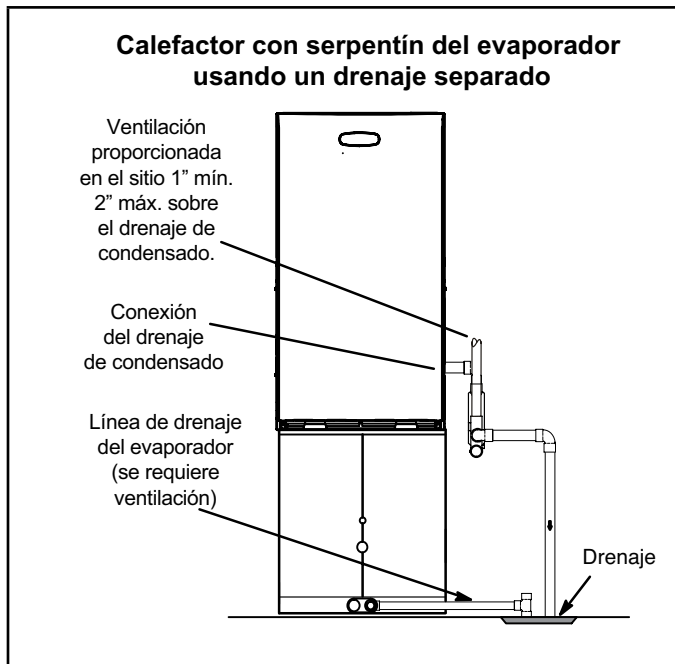
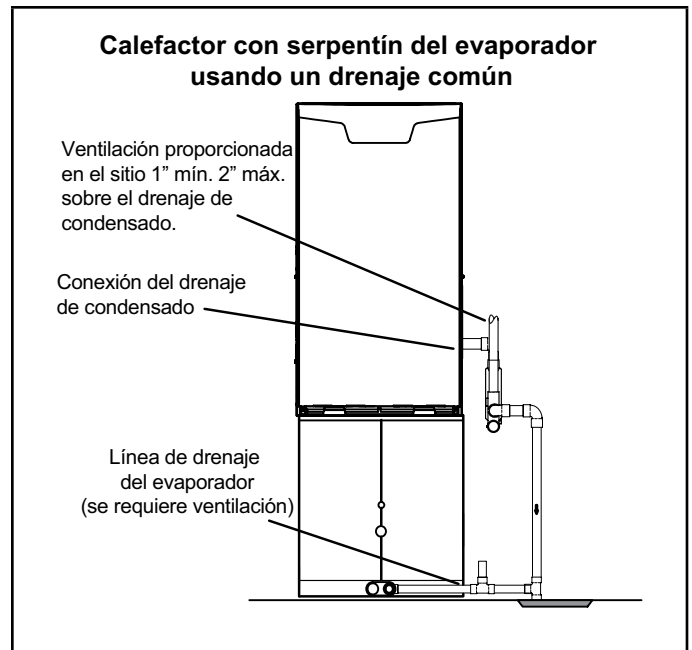

FIGURA 45
FIGURA 46
- 5 - La FIGURA 45 muestra el calefactor y el serpentín del evaporador usando un drenaje separado. Si es necesario, la línea de condensado del calefactor y del serpentín del evaporador se pueden drenar juntas. Ver FIGURA 46. La ventilación proporcionada en el sitio debe ser de un largo mínimo de 1 pulg. hasta un largo máximo de 2 pulg. arriba de la conexión de la salida de drenaje de condensado.